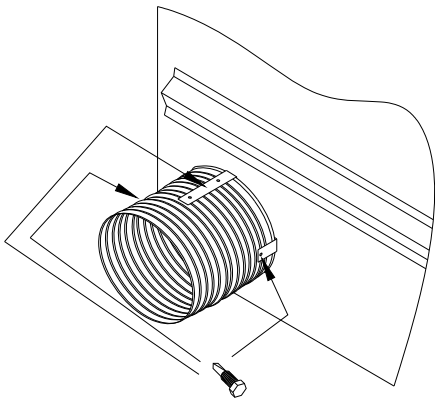

Figure 3 Installation de l'amorce d'entrée
6. Insérez l'amorce d'entrée d'air ambiant dans le trou du foyer, à travers le revêtement, jusqu'au bourrelet. Utilisez trois vis auto-taraudeuses pour raccorder l'amorce aux trois languettes préperçées (voir Figure 3). Vous pouvez utiliser l'un ou l'autre des deux trous sur la languette du dessus.